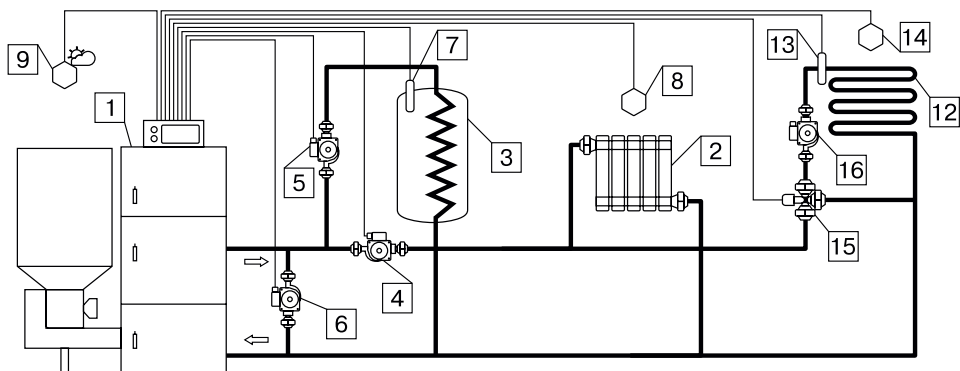
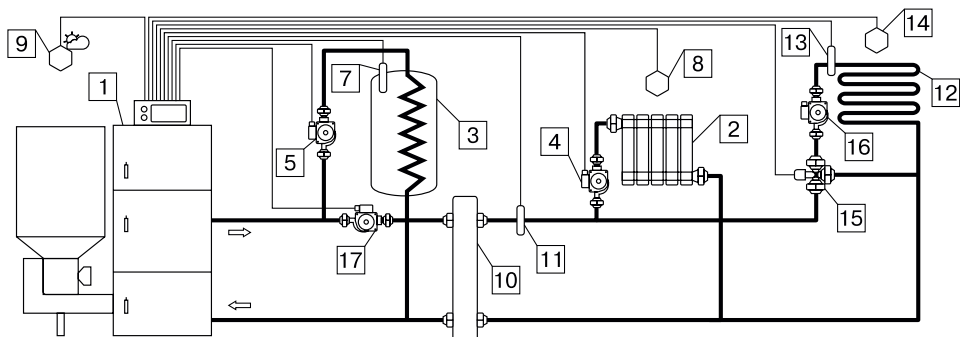

Рис.9. Упрощенная схема подключения котла с узлом рециркуляции.
Рис.10. Упрощенная схема подключения котла с гидроразделителем, контуром ГВС и теплого пола.
7.4.1. Упрощенные варианты схем монтажа котла с закрытой системой отопления представлены на Рис.9; Рис.10. Представленные схемы не заменяют проектного чертежа закрытой системы отопления и предназначены только для просмотра!